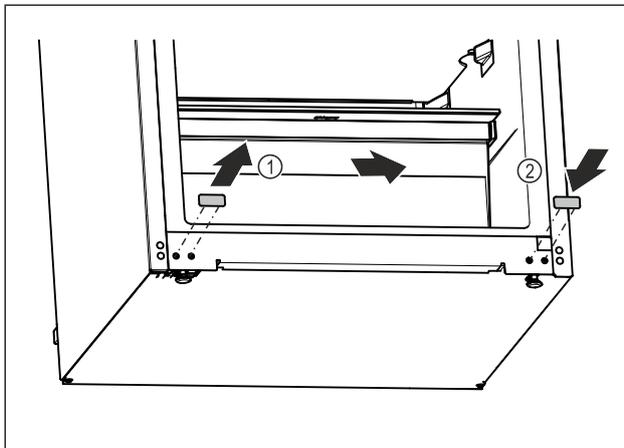

Fig. 21
- ▶ Abdeckstopfen herausziehen. Fig. 21 (1)
- ▶ Abdeckstopfen auf der Gegenseite einsetzen. Fig. 21 (2)